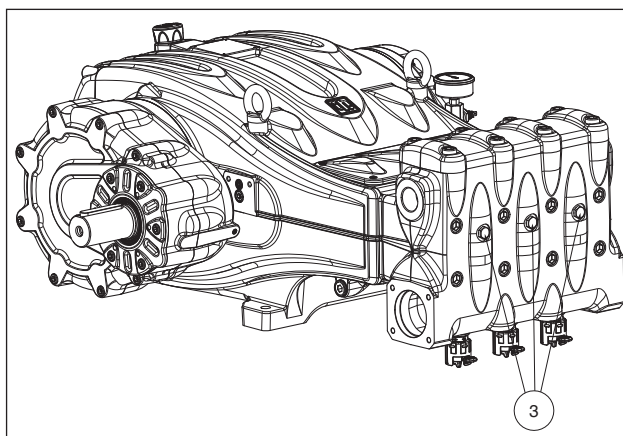

Fig. 11
En caso de anomalías de cebado por alimentación insuficiente, es posible desmontar los tres tapones frontales del cabezal (excepto en las versiones MXXR40 - MXSR40) como se indica en la pos. ③ Fig. 11.